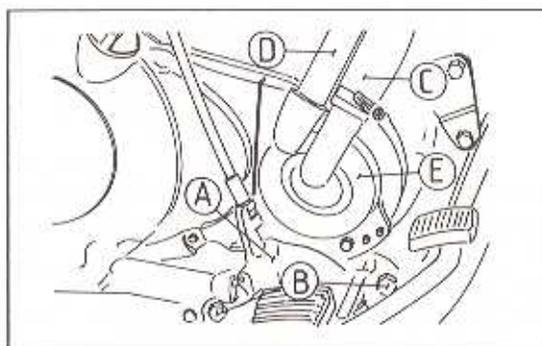

Bild 78
- Den Deckel der Kühlmittelpumpe abschrauben und mitsamt der starren Kühlmittelleitung abziehen (Bild 78).